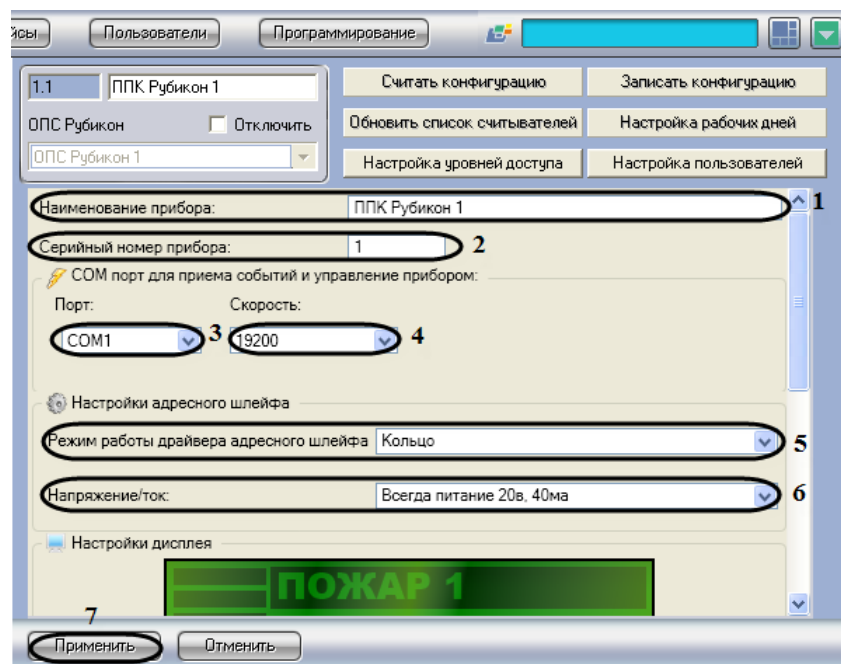

Рис. 3.3—2 Панель настроек ППК Рубикон
2. В поле **Наименование прибора** ввести название прибора (см. Рис. 3.3—2, 1).
3. В поле **Серийный номер прибора** ввести серийный номер прибора (см. Рис. 3.3—2, 2).